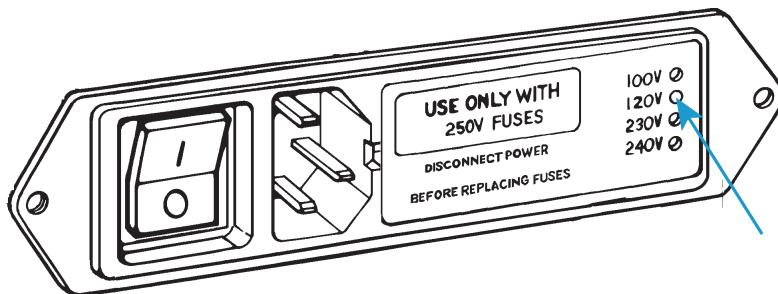

Abbildung 4. Netzeingangsbuchse mit Spannungseinstellung
2. Kontrollieren Sie die Netzeingangsbuchse und beziehen Sie sich auf Abbildung 4 auf Seite 38. Rechts von der Netzbuchse befinden sich vier Bohrungen untereinander, die jeweils für eine Netzspannung stehen. Die aktuelle Spannung ist durch
einen weißen Kunststoffstift angegeben, der in einer der Bohrungen sichtbar ist. Die in Abbildung 4 angezeigte Spannung ist 120V.
3. Entfernen Sie den Sicherungshalter (1) aus der Netzeingangsbuchse, wodurch die Spannungswählerkarte freigelegt wird (2), wie unten gezeigt.
4. Mit einer Flachzange entfernen Sie die Spannungswählerkarte (2), wie unten gezeigt. Die Spannungsanzeige ist beschriftet (3).
5. Halten Sie die Spannungswählerkarte so, dass der Anzeigestift wie in (3) abgebildet nach oben zeigt. Halten Sie den Stift in dieser Position und drehen Sie die Karte, bis die erforderliche Spannung unten auf der Karte angezeigt wird.
8. Setzen Sie den Sicherungshalter wieder in der Netzeingangsbuchse ein. Überprüfen Sie, dass der Anzeigestift jetzt die richtige Netzspannung anzeigt. Siehe Abbildung 4 auf Seite 38 zur Information.